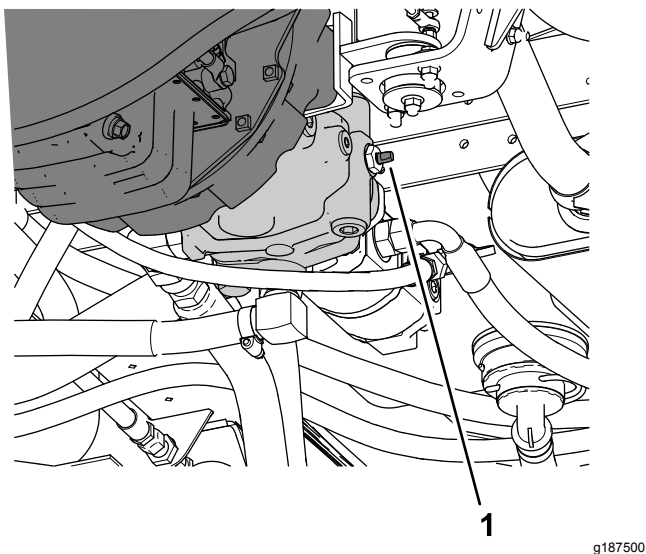

Bild 52
3. Drehen Sie das Abschleppventil (Bild 52) um 90° in eine Richtung, um es zu öffnen.